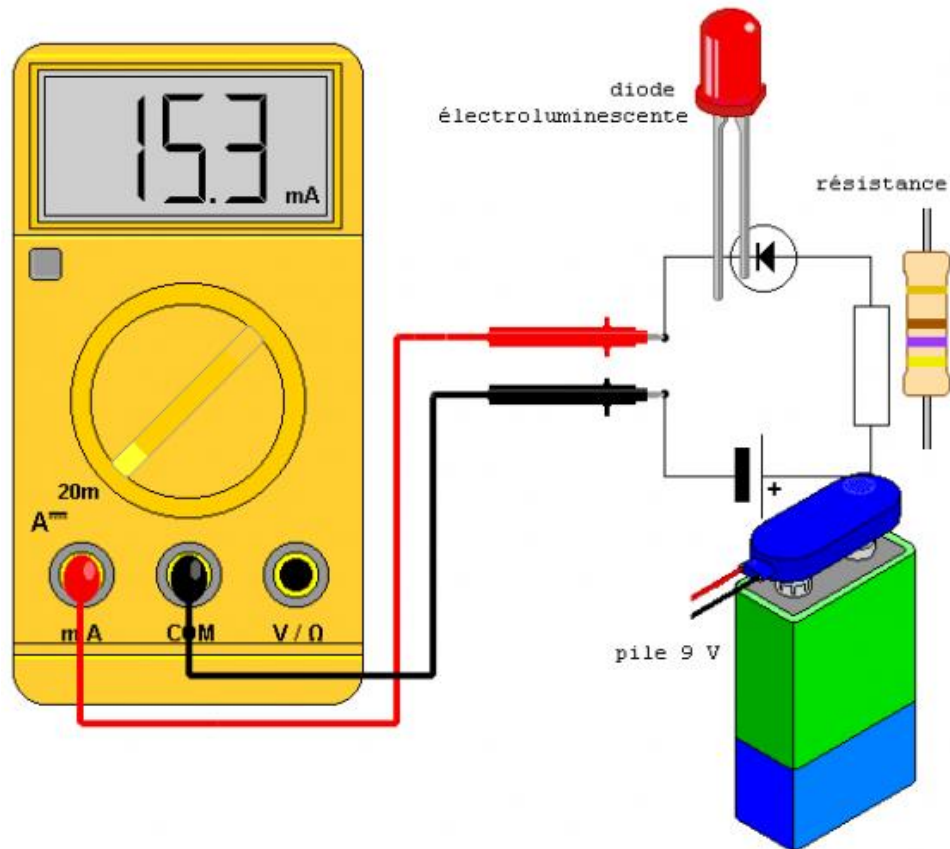

Figure 7. Branchement d'un multimètre en série au circuit.
2. En mode **basse impédance**, ce qui signifie que le multimètre n'influencera pas le circuit lorsqu'il est branché en série avec un composant ou un circuit (Figure 7). Ce mode est utilisé pour **mesurer le courant** qui circule dans un circuit. Pour se brancher dans ce mode, il faut brancher le fil noir dans le port **COM** ou **-** et le fil rouge dans le port **mA** ou **10 A**. Si vous branchez le fil rouge dans le port mA, la lecture sera plus précise, mais le courant maximum autorisé sera moindre (et muni d'un petit fusible). Le port 10 A, comme son nom l'indique, permet de lire des courants plus forts, jusqu'à un maximum de 10 A, mais sera légèrement moins précis.